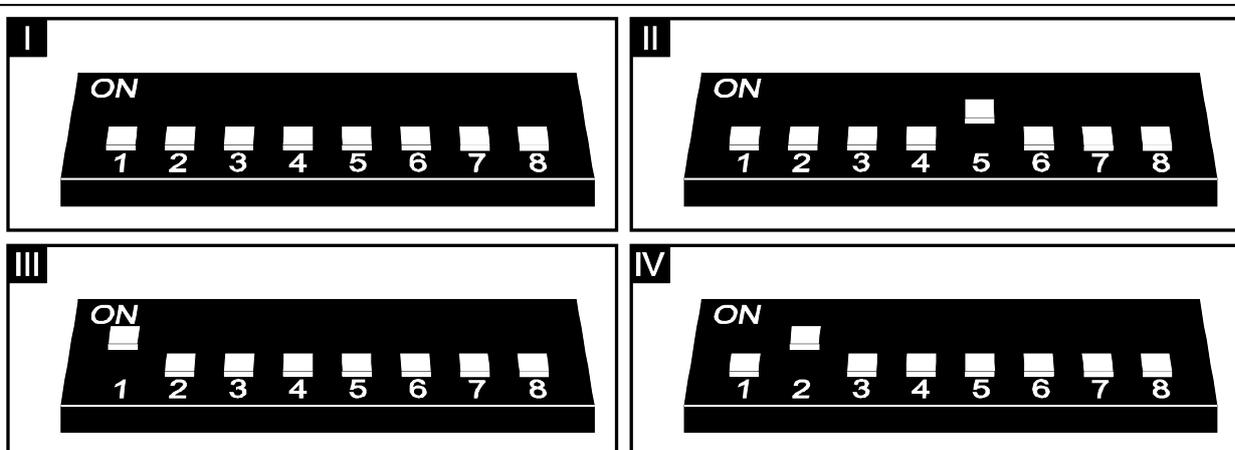

Fig. 2. Mode de réglage des micro-interrupteurs DIP-switch pour les modes de fonctionnement décrits ci-dessus.
2. Régler les micro-interrupteurs DIP-switch de façon requis pour le mode de fonctionnement sélectionné (voir : figure 2).